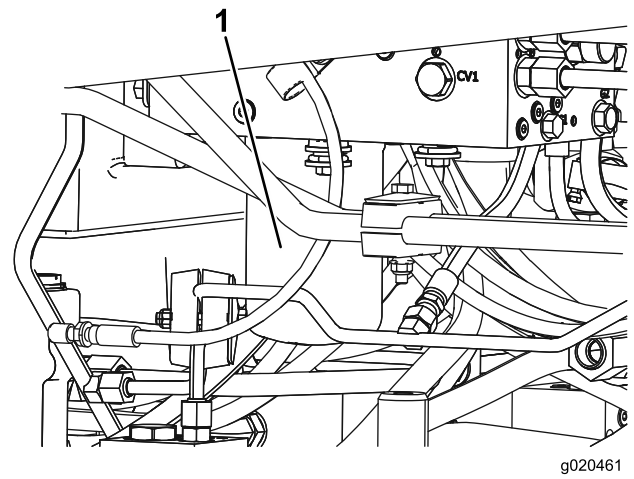

Figure 70
5. Procédez de même pour l'autre filtre (Figure 70).